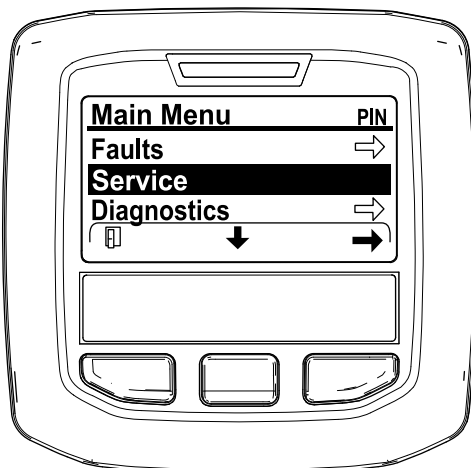

Figura 41
2. Vá até ao MENU PRINCIPAL, prima o botão central para ir até ao MENU DE MANUTENÇÃO e prima o botão direito para seleccionar a opção de MANUTENÇÃO (Figura 41).